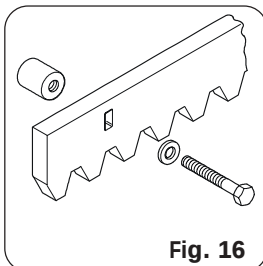

Fig. 16
4.4.2. STALENTANDHEUGEL – VASTSCHROEVEN (Fig. 16)